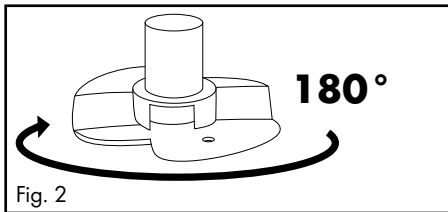
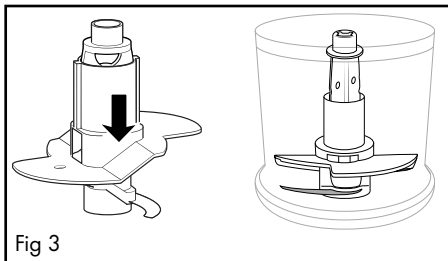

Fig. 2
Fig 3
- Pour 200 ml de crème, tournez l'accessoire batteur **11** horizontalement à 180° (fig. 2) de sorte qu'il n'appuie plus que sur une lame-hélice **8** et s'enclenche (fig. 3). Dans ce cas, il fouette la crème plus en hauteur :